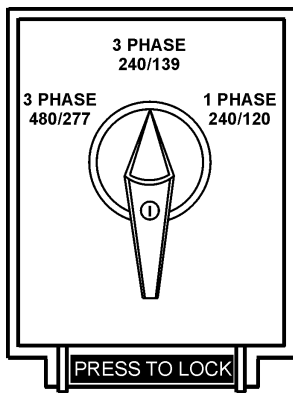

Figure 13. Sélecteur de tension
Une gamme variée de tensions est disponible, permettant de mettre sous tension différentes applications. Les tensions sont sélectionnées à l'aide du **sélecteur de tension** (Figure 13). Pour obtenir certaines tensions telles qu'indiquées dans le tableau Tableau 7 (voir ci-dessous), un réglage minutieux est nécessaire à l'aide du **bouton de commande du régulateur de tension** (VR) situé sur le panneau de commande.
Le sélecteur de tension (Figure 13) est situé au-dessus du panneau de raccordement à câblage rigide du panneau de bornes de sortie. Il a été prévu pour faciliter la sélection de la tension.